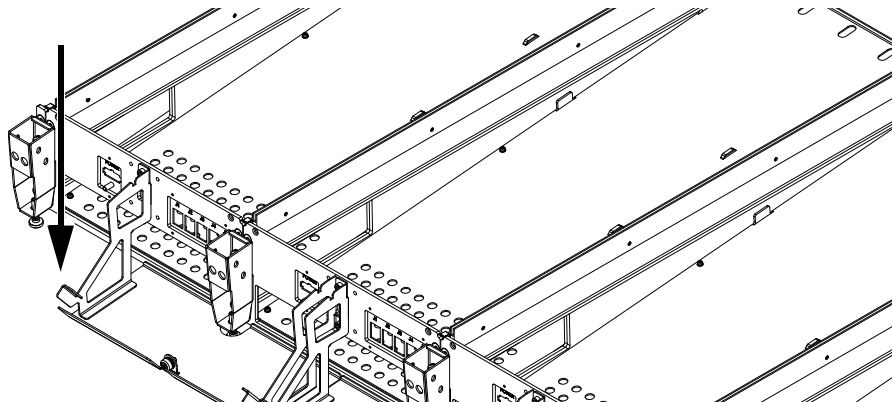

图 27 配电盘交流线缆和工作站以太网线豁口
- 1 在装配外部侧盖前，确保将单根式以太网（工作站）线缆和交流电源线沿后面板穿至配电盘，然后再向下穿至外部后面板右侧（或左侧）的豁口（见图 27）。